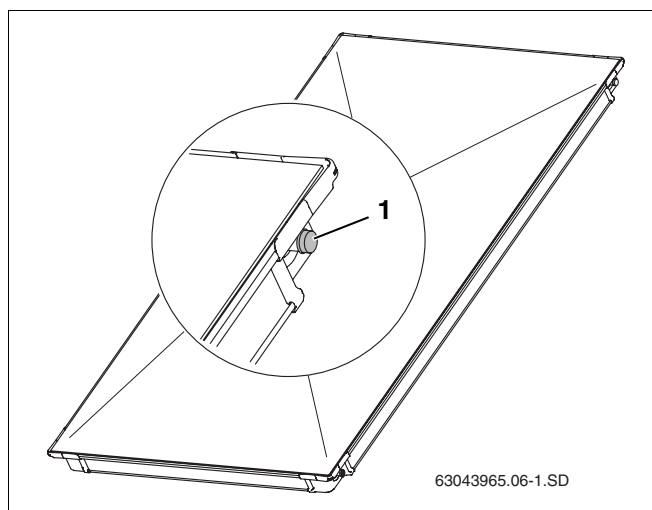

Fig. 5 Capas sintéticas e ligações de colectores
- ▶ Retire as capas sintéticas (fig. 5, **item 1**) apenas antes do momento da instalação.